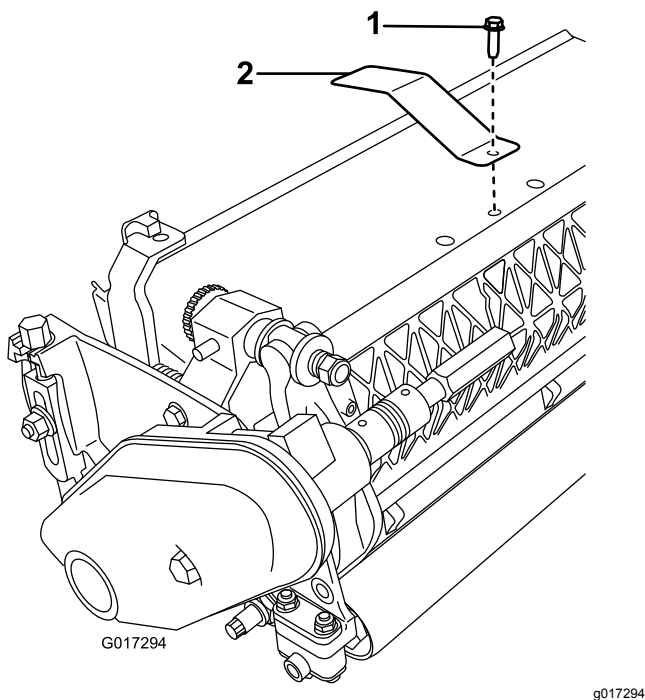

Figura 3
2. Remova o parafuso central do resguardo de relva (Figura 3).
3. Instale a placa alvo na parte superior da unidade de corte com o parafuso que retirou previamente (Figura 3).